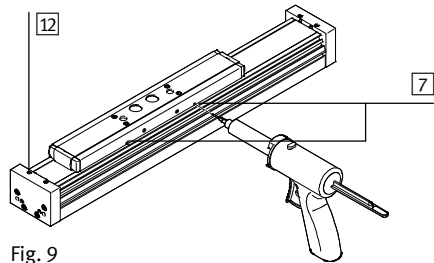

Fig. 9
1. Loosen screws 12 (→ Fig. 9).